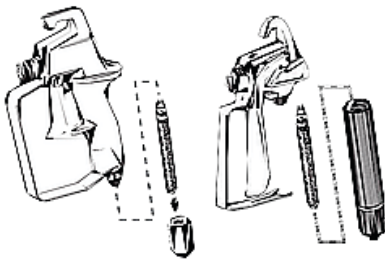

FIG. 14C
Remova o filtro da pistola de pintura (Fig. 14C). Remova a ponta de pulverização (A) do conjunto de proteção da ponta. Limpe a ponta de